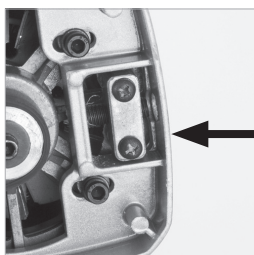

Fig. 48
- El acceso al tornillo tensor **(Fig. 48)** se realiza a través de un orificio situado en la parte trasera de la carcasa de aluminio de la transmisión.